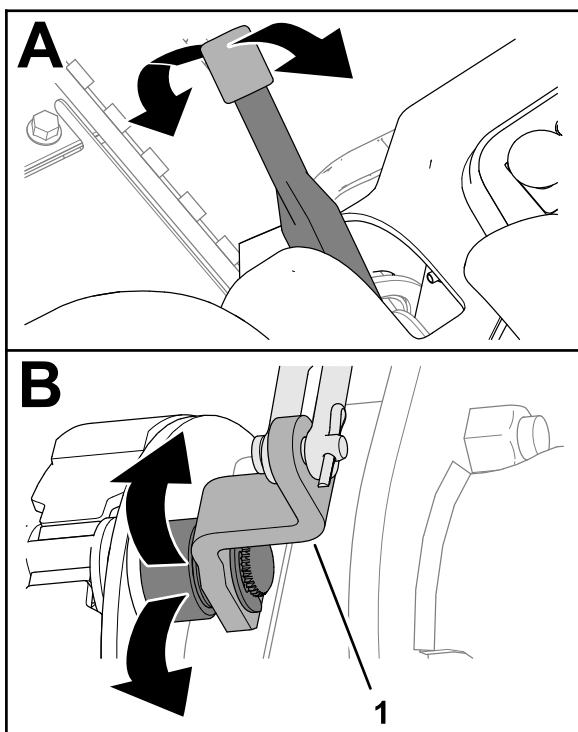

Figura 70
2. Mova a alavanca do travão de estacionamento para cima e para baixo para verificar se a alavanca do excêntrico dos travões se move livremente (Figura 70).